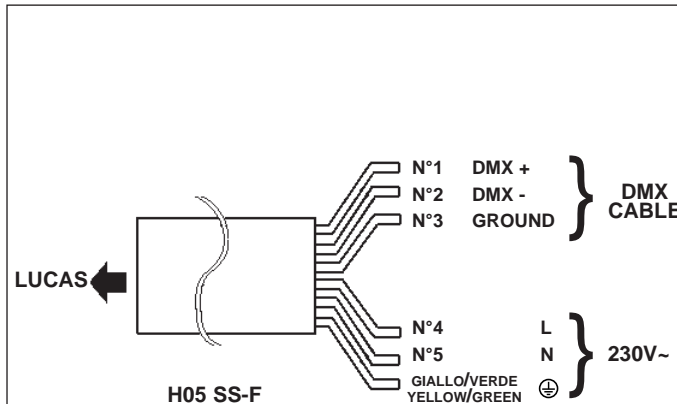

Fig. 3
Cablear los terminales del cable de 6 hilos como indicado en fig.3.
- **Atención!** Respetar escrupulosamente el esquema de cableado de fig.3, peligro de perjudicar el aparato.
Cablare i terminali del cavo a 6 poli come indicato in Fig. 3.
- **Attenzione!** Rispettare scrupolosamente lo schema di cablaggio di Fig.3 : pericolo di danneggiare l'apparecchio.